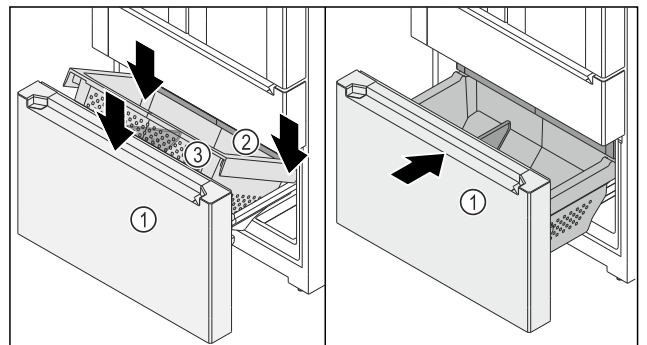

Fig. 154
- ☐ Auszugswagen *Fig. 154 (1)* ist herausgezogen.
- ☐ Schubfach *Fig. 154 (2)* ist eingeschoben.
- Behälter *Fig. 154 (3)* hinten auf den Schienen rechts und links aufsetzen.
- Behälter *Fig. 154 (3)* vorne absenken, sodass Behälter *Fig. 154 (3)* die Schienen rechts und links umschließt.
► Auszugswagen Fig. 154 (1) einschieben.